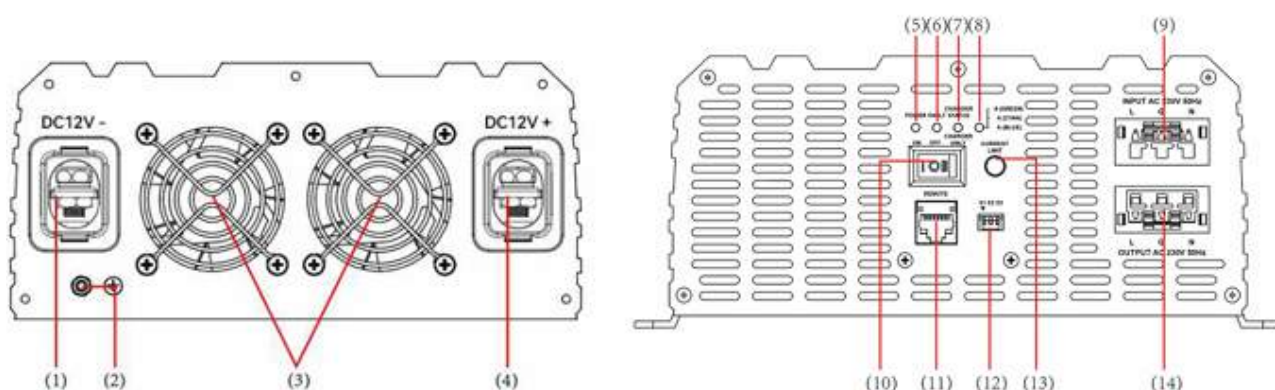

Figure 1
Indicateurs et commandes (voir Figure 1)
- La LED (8 sur figure 1) indique de réglage de la source 230V extérieure.
LED verte (en position 8 sur la figure 1) : 6A en 230V MAX en entrée AC (idéal pour l'exemple numéro 1)
LED bleu ciel (en position 8 sur la figure 1) : 10A en 230V MAX en entrée AC
LED bleu marine (en position 8 sur la figure 1) : 16A en 230V MAX en entrée AC